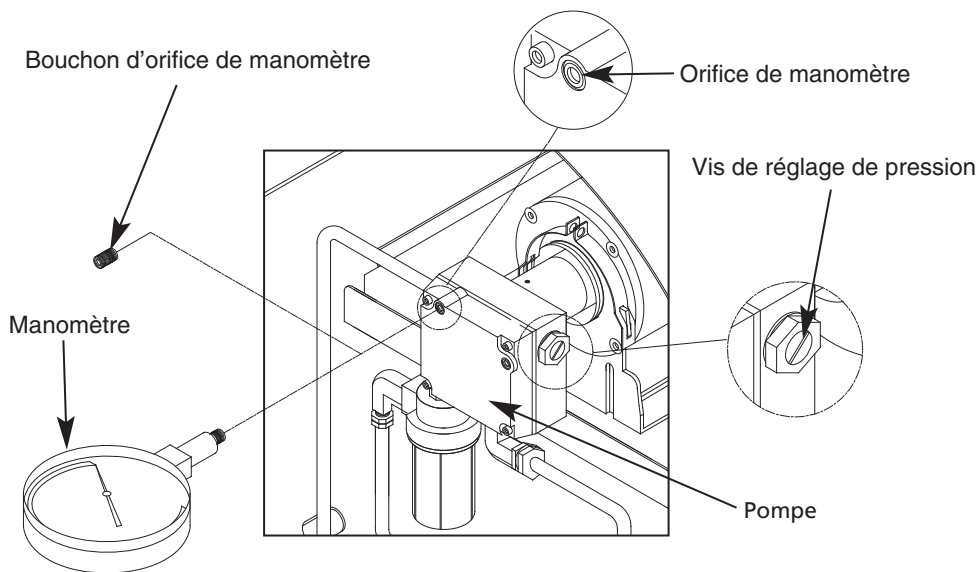

Figure 15. Réglage de la pression de la pompe
- Installer le manomètre dans l'orifice (voir la Figure 15).